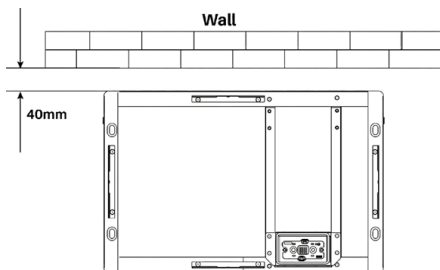

Fig. 3.13 - Distanza dalla parete
- Posizionare la base del sistema mantenendo una distanza di 40 mm tra la parte posteriore della base e la parete (Fig. 3.13).